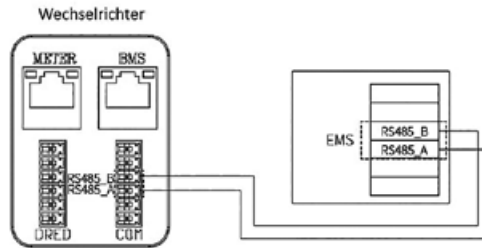

Abbildung 3.43
1. Wenn der Betrieb eines Hybridwechselrichters über das EMS gesteuert werden soll, muss ein EMS-Kommunikationskabel angeschlossen werden. Die Kommunikation zwischen EMS und Wechselrichter erfolgt über RS485. Siehe hierzu Abbildung 3.43.